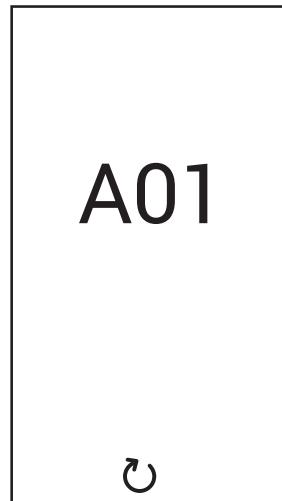

fig. 5
**Anomalía de tipo A (fig. 5):** Para esta anomalía, se requiere la intervención manual pulsando la tecla  durante aproximadamente 2 segundos. Luego, confirme con la tecla .